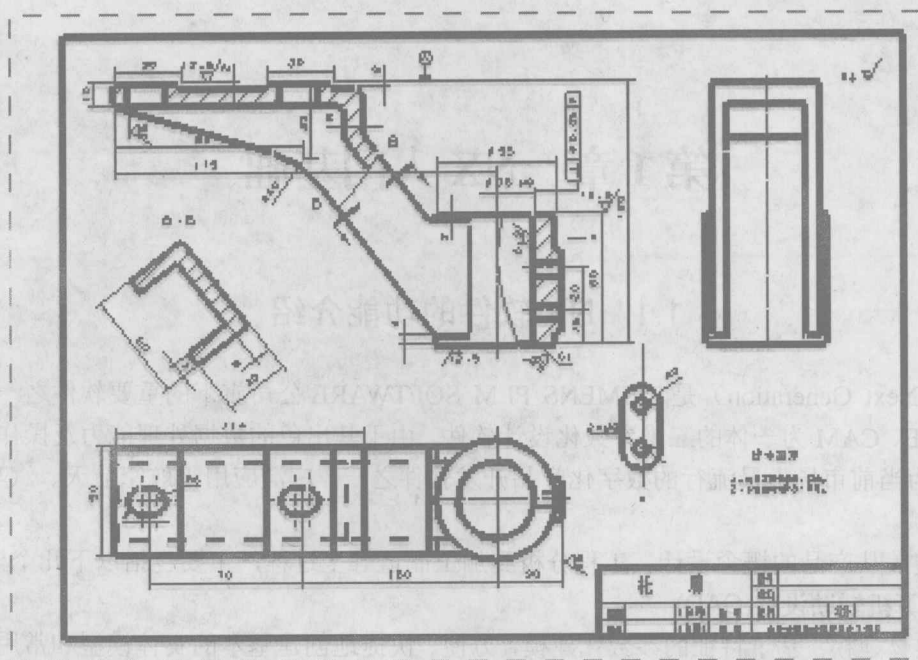

图 1-4 工程图
(4) 制图: 实现从模型从 3D 到 2D 的转换。根据制图模块提供的功能, 快速地创建视图、标注等, 可通过首选项的选项设定不同标准的工程图, 如图 1-4 所示。